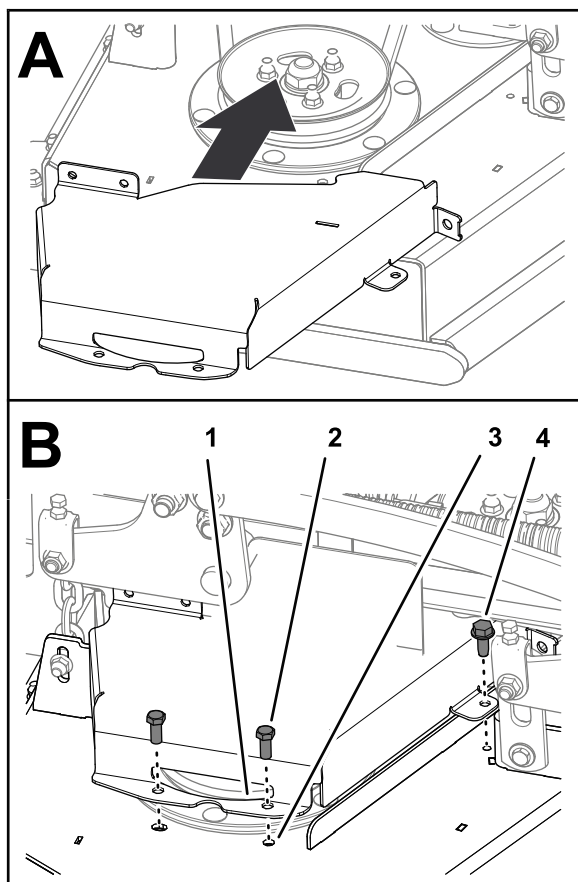

Figura 40
1. Montate il copricinghia destro sul piatto (Figura 40) con i 2 bulloni rimossi in Rimozione del copricinghia sinistro (pagina 28).